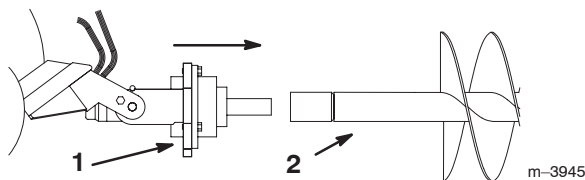

**Bild 3**
5. Wenn Sie eine Verlängerung mit dem Erdbohrer verwenden, setzen Sie das Ende der Verlängerung in das Ende des Erdbohrers ein und befestigen Sie den Erdbohrer mit einer Schraube (7/8 x 4-1/2 Zoll) und einer Mutter (7/8 Zoll) an der Verlängerung (Bild 3).